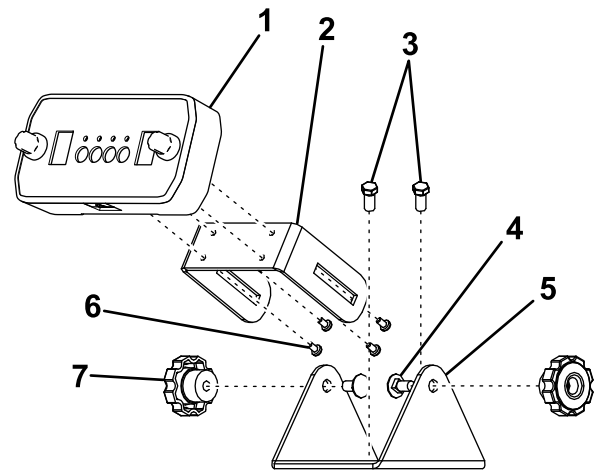

Figure 17
- Fixez le support au véhicule à l'aide de 2 fixations à boucle et crochet ou 2 vis à tôle (Figure 17).
- Fixez l'écran du contrôleur au support coulissant à l'aide de 4 vis à tête tronconique (Figure 17).
- Fixez le support coulissant au support de montage au moyen de 2 boulons de carrosserie et écrous à oreilles (Figure 17).